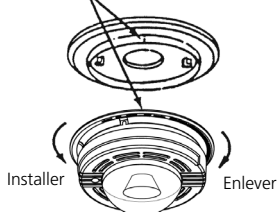

FIGURE 4
- Après avoir terminé toute l'INSTALLATION DU CÂBLAGE ET DE LA PLAQUE DE MONTAGE, on peut installer la lampe stroboscopique sur la plaque de montage. Les marques d'alignement sont indiquées sur le côté de la lampe stroboscopique et sur la plaque de montage. Après avoir aligné les marques, faire tourner le détecteur dans la direction de la flèche « ON » (MARCHE) sur le couvercle jusqu'à ce que la lampe stroboscopique s'encliquette. (Voir fig. 4)